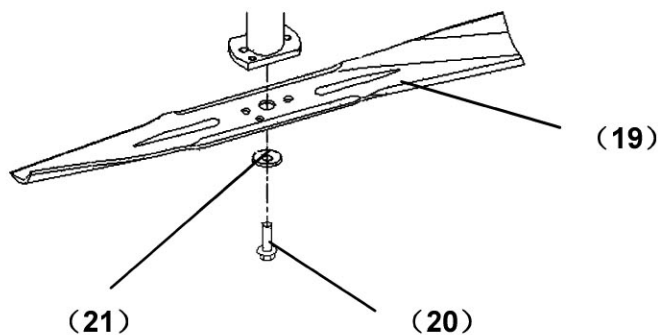

Fig. 23
- > Sørg for at kniven (19) er skarp for å få et bra klipperesultat. Kniven kan slipes av en autorisert person.
- > Skift en slitt eller ødelagt kniv med en ny av samme type. For å skifte kniven, skru ut bolten (20) med en passende nøkkel, fjern den sammen med skiva (21) og kniven (19) (Fig. 23).